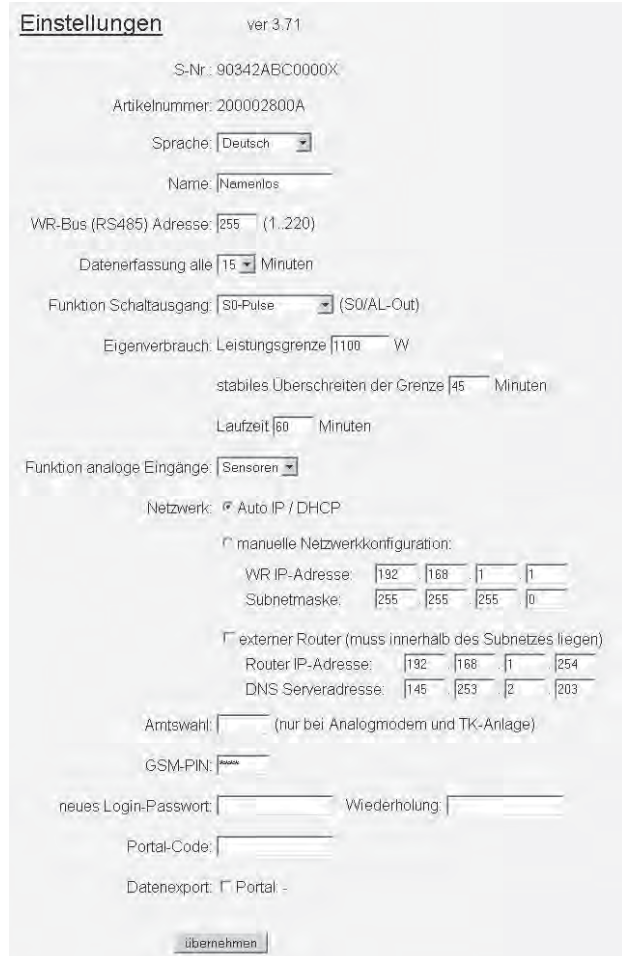

Abbildung 34: Einstellungen-Seite
- Rufen Sie die Seite "Einstellungen" des Webservers auf (siehe Abbildung 34).